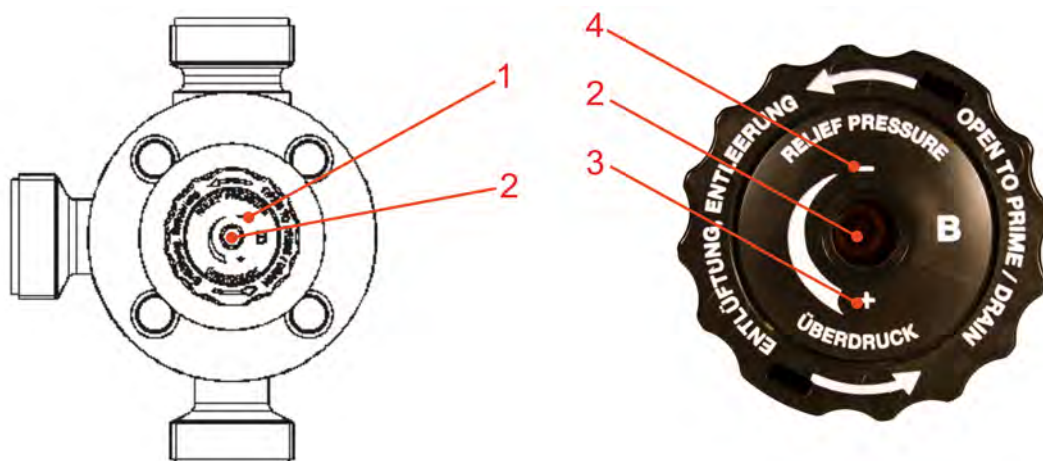

Fig. 7 : Réglage de la fonction d'immersion (surpression)
| 4 | Surpression : purge / vidage (bouton de réglage « B »), Fig. 7 | | |
- Diminuer ou augmenter progressivement la valeur de base ajustée en tournant respectivement le bouton rotatif « B » (Fig. 7, pos. 2) avec une clé pour vis à six pans creux (INBUS, ouverture : S5) dans le sens des aiguilles d'une montre ou dans le sens inverse.